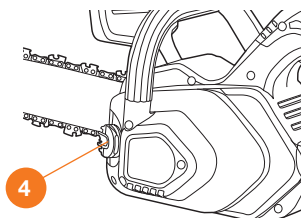

Рис. 5
Смазка цепи происходит автоматически. Откройте крышку масляного бака ④, не допускайте попадания в бак инородных предметов и мусора. Заполните бак рекомендованным маслом **DEAWOO**. Протрите внутреннюю полость крышки и плотно закрутите ее. Во время работы следите за уровнем масла через контрольное окно (Рис. 5).